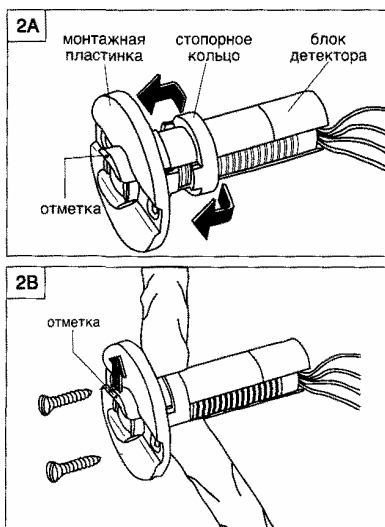

Рисунок 2 (А и Б). Установка перед стеной, модели 007.1, 007.2
2. Держите блок детектора с боковых сторон и вставьте его, со стороны линзы, в монтажную пластинку (Рисунок 2А).
4. Установите стопорное кольцо на заднюю часть блока детектора и передвигайте его через насечки на монтажной пластинке до тех пор, пока блок детектора не займет устойчивого положения в монтажной пластинке (Рисунок 2А).
7. Установите на горизонтальную линию отверстия для винтов на монтажной пластинке и убедитесь, что отметка на передней части блока детектора находится сверху (Рисунок 2Б).
8. Вставьте блок детектора, начиная с задней части, с отметкой на передней части сверху (Рисунок 2Б), в отверстие и закрепите монтажную пластинку к стене с помощью имеющихся винтов.